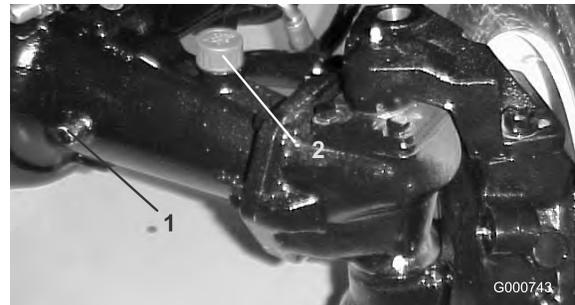

Figure 70
2. Retirez un bouchon de contrôle (Figure 70) à une extrémité du pont et vérifiez si le lubrifiant atteint le bas du trou. Si le niveau est bas, retirez le bouchon de remplissage (Figure 70) et ajoutez une quantité de lubrifiant suffisante pour rectifier le niveau.